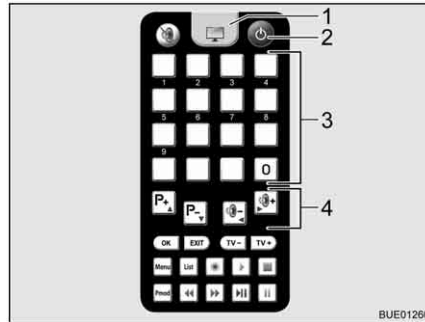

Fig. 32 Télécommande
- Appuyer sur la touche "⏻" (Fig. 32,2) de la télécommande. L'antenne satellite s'oriente à partir de la position rangée et se met en mode de recherche. Un signal acoustique retentit quand l'antenne a trouvé les satellites.
- Régler la station désirée au moyen des touches de mémoire (Fig. 32,3) ou de fonction (Fig. 32,4).